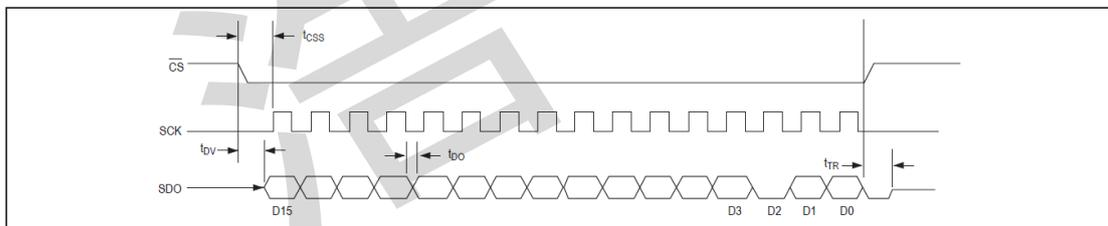

图 2-3 串行接口时序图
1. 时序参见图 2-3;
图 2-3 是串行接口时序图。 \overline{CS} 使能为低，SCK 输入 16 个脉冲，SDO 会输出 16 位数据，包含 1 位符号位 D15 和 12 位数据 D14~D3，引导位 D2~D0（D0 和 D1 始终处于高阻抗模式）。整个读操作发生在 SCK 的 16 个时钟脉冲期间。如果 \overline{CS} 仍然为低，并且 SCK 再次输入 16 个时钟脉冲，则 SDO 将循环输出温度数据寄存器中的 13 位数据，并在其后补上引导位。当 \overline{CS} 回到高，SDO 会进入高阻态，不输出数据。 \overline{CS} 的下降沿停止任何正在进行的转换， \overline{CS} 的上升沿是开始新转换并重置接口。在转换开始之前，需要保持高 \overline{CS} 信号的最小脉冲宽度 320 毫秒。